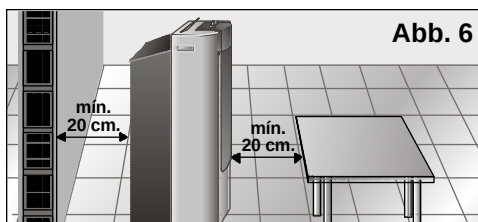

Abb. 6
- ☐ Bevor Sie Ihr Gerät einschalten, achten Sie aus Sicherheitsgründen darauf, dass zwischen dem Gerät und anderen Gegenständen ein Mindestabstand von 20 cm eingehalten wird, **Abb. 6**.